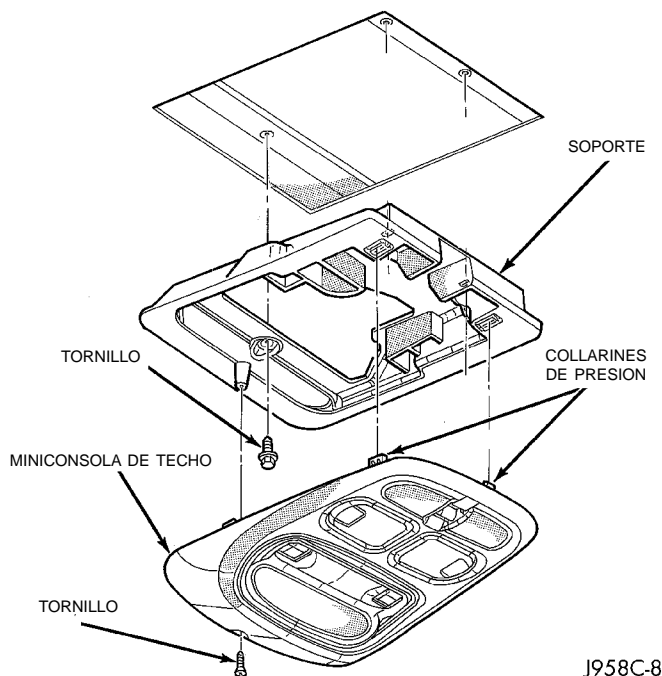

Fig. 4 Desmontaje/instalación de la consola de techo - versión corta
(1) Desconecte y aisle el cable negativo de la batería.
(2) Retire el tornillo de instalación en la parte delantera de la unidad de visor (Fig. 4).